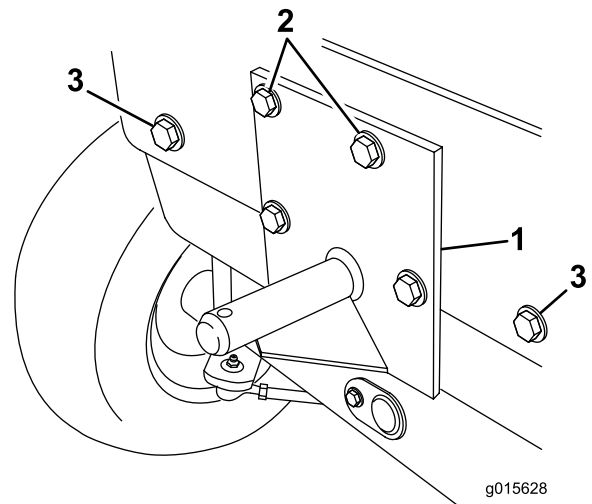

図 14
6. 図 14 に示すように、後ホッパーブラケットを後フレームに載せ、下部にある取り付け穴 2 つをフレームの穴に合わせる。ブラケットを型紙として利用して、後フレームデッキにあと 2 つの穴 14.3mm を開ける。
7. モデル 30343 と 30344 のうちシリアル番号が 260000001 以上のものについては、ボルト 1/2 x 1-1/4 インチ 2本キット付属部品と、先に取り外したロックワッシャ 1/2 インチと平ワッシャ 1/2 インチ各 2枚をフレームの外側の穴に使って内側のウェイトを固定する 図 14。
上部をフレームに固定するボルト1/2 x 1-1/4 インチ2本とロックナット1/2インチ2個を使用する 図 14。
9. シリアル番号が 260000001 以上のトラクションユニットでは、後ホッパーブラケットの上部をフレームに固定するボルト1/2 x 3 インチ2本、ストラップ、平ワッシャ1/2 インチ2枚とロックナット1/2 インチ2個を使用する 図 14。